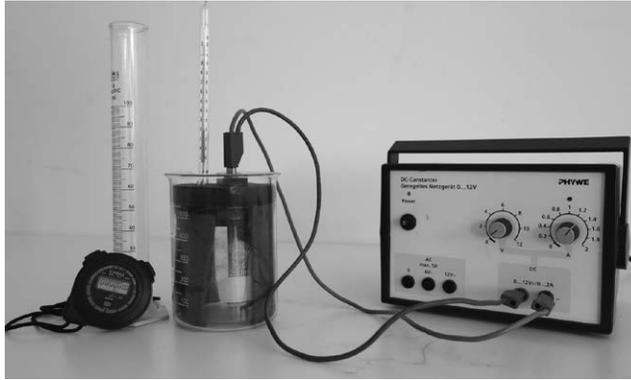

Figura 6.1 Montaje experimental rapidez de calentamiento del agua
1. Mida 100 ml de agua con la probeta y viértalos en el calorímetro de vidrio; inserte en la tapa de icopor el filamento, el agitador y el termómetro en los orificios destinados para cada uno como indica la figura 6.1. Tape el calorímetro.